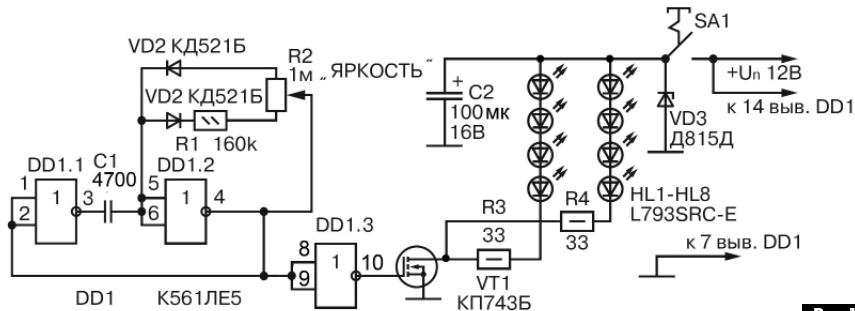

Рис. 1
*Во-вторых*, в качестве освещающего элементов в таких устройствах задействованы лампы накаливания, имеющие (как и все лампы накаливания) низкий КПД, малый ресурс работы и потребляющие относительно большой ток. В качестве альтернативного экономичного варианта предлагается простое электронное устройство, схема которого показана на **рис. 1**. В нем в качестве осветительных элементов применены мощные светодиоды.
В устройстве (**рис. 1**) применена микросхема K561ЛЕ5, три элемента которой включены по схеме инверторов. В каждой микросхеме K561ЛЕ5 имеется четыре однотипных элемента. На элементах DD1.1 и DD1.2 собран генератор прямоугольных импульсов с регулируемой скважностью.